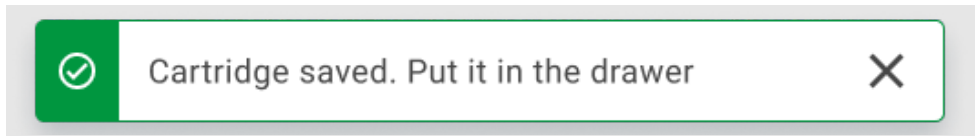

Figura 27. Tela Cartridge saved (Cartucho salvo)
11. Após efetuar a leitura com sucesso, a seguinte caixa de diálogo aparecerá brevemente na parte superior da tela (Figura 27).